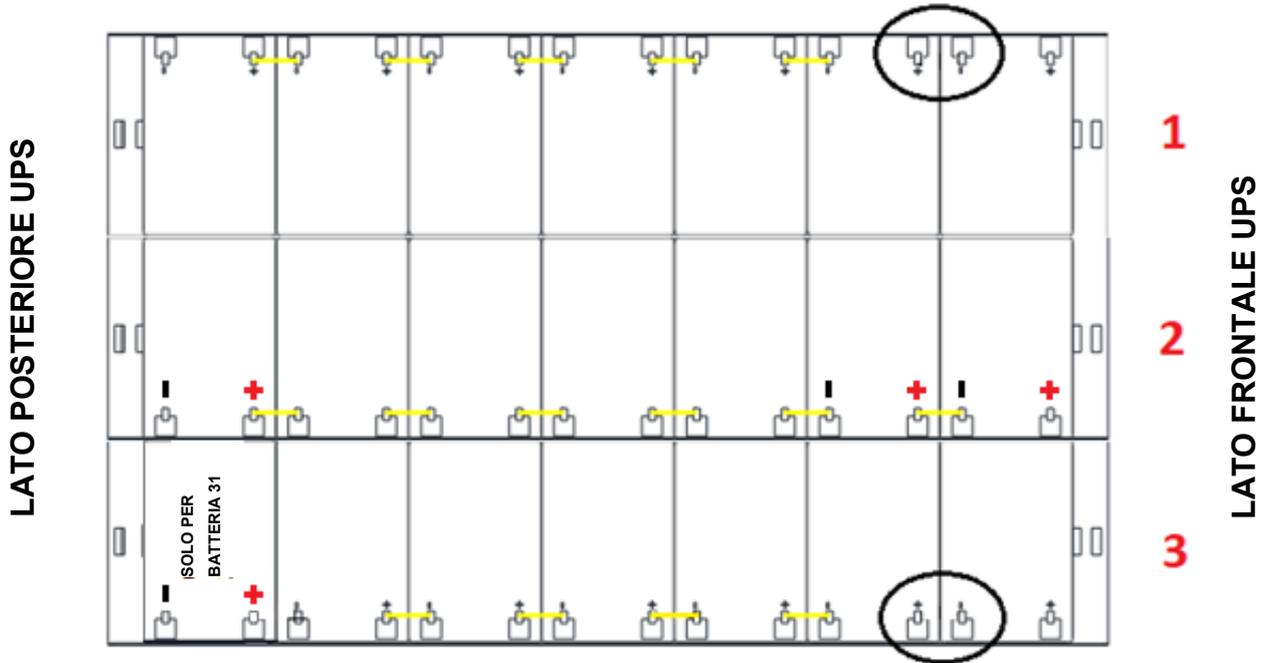

Figura 33 - Vista dall'alto Piano N°1
5) Sul Piano n°1 inserire i cassetti n°1-2-3 rispettando la posizione come dimostrato in figura 33.